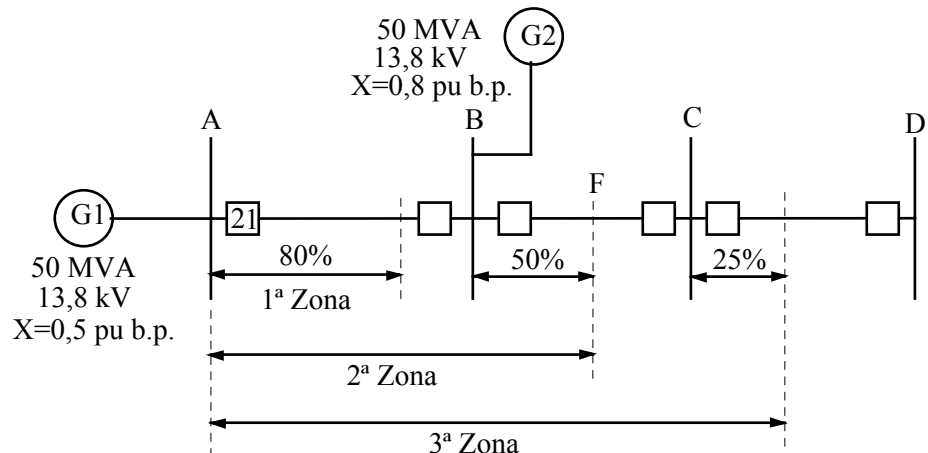

Figura 17
28. El relé de distancia (21) de la Figura 17 es de impedancia simple y consta de 3 elementos (uno por cada zona), ajustados según se indica y sin considerar la fuente intermedia. Determine que elementos operan cuando ocurre una falla trifásica en el punto F, límite de la 2ª zona, suponiendo que la generación de G1 y G2 es máxima.